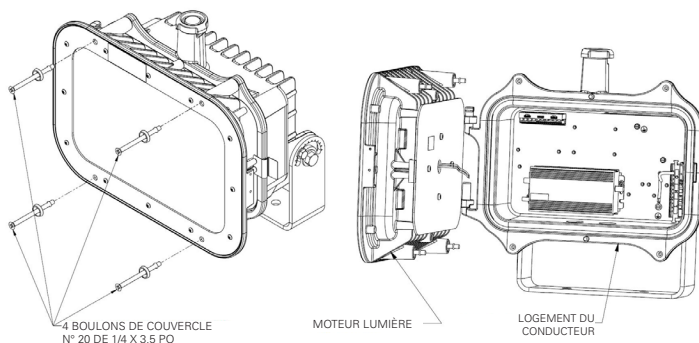

Figure 1
Faire pivoter le moteur lumière avant (ensemble à DEL) en desserrant les quatre (4) boulons de couvercle en acier inoxydable n° 20 de 1/4 x 3,5 po à l'aide d'un tournevis cruciforme (voir la figure 1).
1. Pour retirer le moteur lumière, tirer sur la pince de retenue/le loquet à l'avant pour le dégager du boîtier du circuit de commande et le faire pivoter sur les charnières (voir la figure 1).